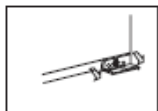

Fig1
- 1) Puxe a tampa exterior (Fig. 1);